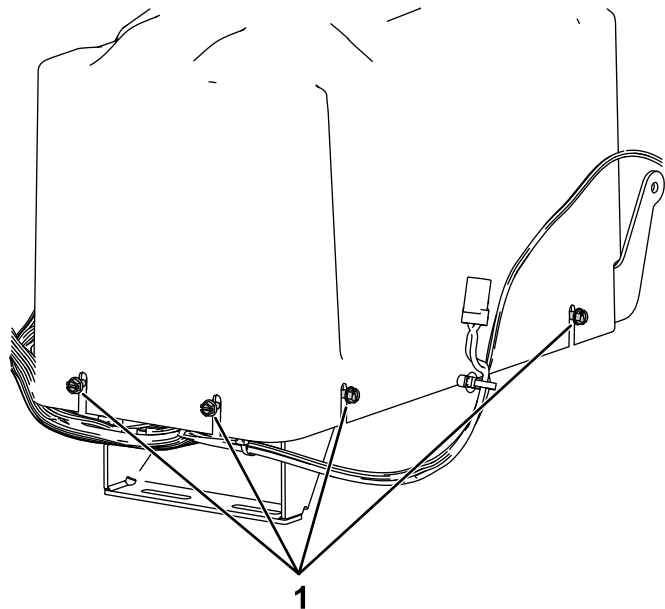

図7
2. バッテリーカバーを固定しているねじ8本を外してカバーを外す 図7。